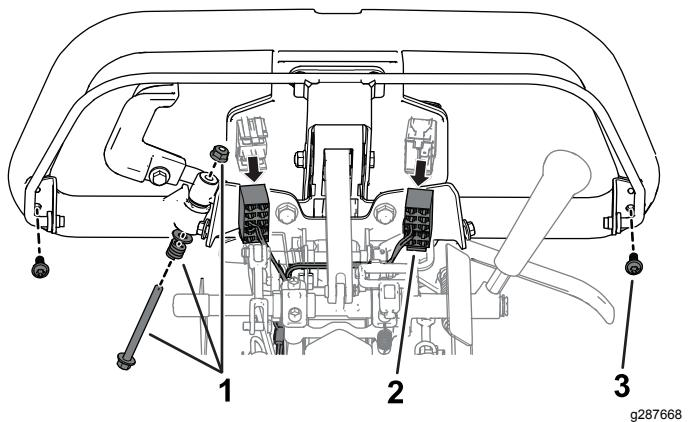

図4
2. スロットルアームをハンドルに固定しているナット、ボルト、圧縮スプリング、スペーサを外す図4。
3. ハンドルのスイッチに接続されているワイヤハーネスをすべて外す図4。
4. ベイルブラケットをハンドルに固定しているねじ2本を外しす図4。